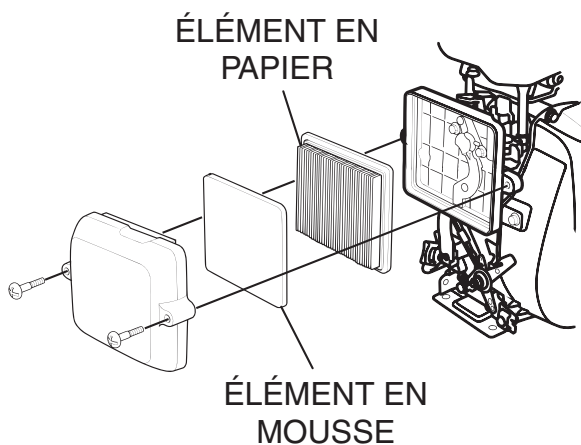

Figure 16. Filtre à air
1. Retirer le couvercle du filtre à air et filtre en mousse comme le montre Figure 16.